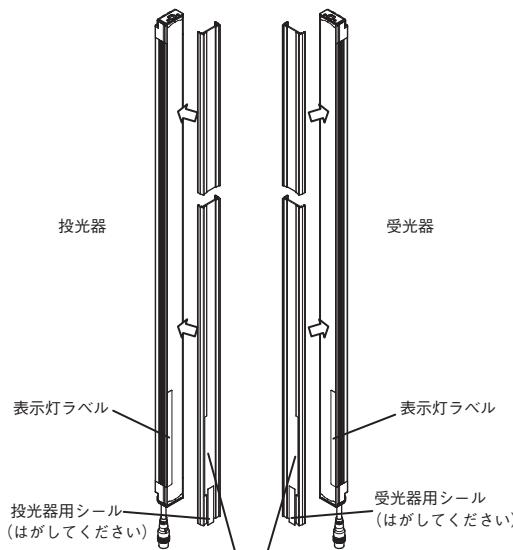
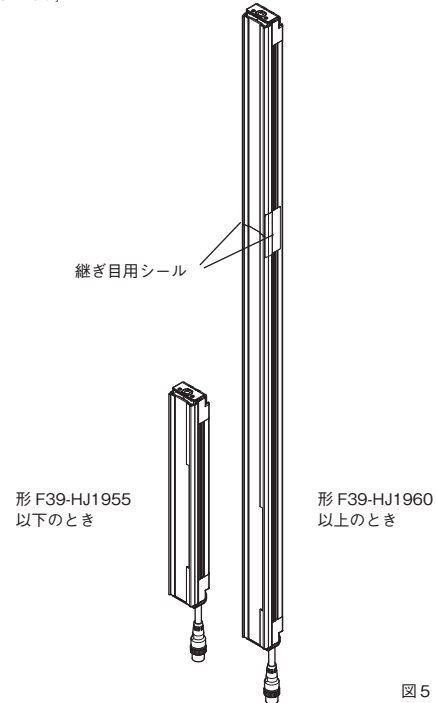

図4
図5
- ① スパッタ保護カバーをセンサに取り付けます。(図4)
- ② 投光器用 / 受光器用シールをはがしてください。
- ③ 保護カバーの左右の縦ぎ目に添付のシールを貼り付けてください。(図5)
1. Attach the spatter protection cover to the sensor. (Figure 4)
3. Affix the included sticker to the horizontal seam where the spatter protection covers meet. (Figure 5)
< Figure 4 >
< Figure 5 >